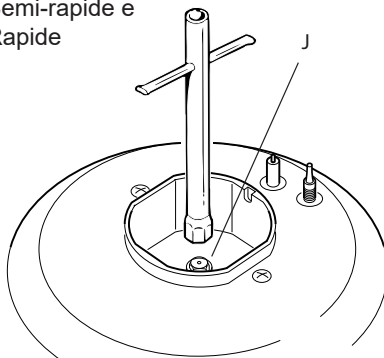

Fig. 2.4
- A l'aide d'une clé plate, remplacer les injecteurs "J" (figs. 2.4, 2.5) par ceux qui conviennent au gaz que l'on va utiliser (voir "Tableau des injecteurs").